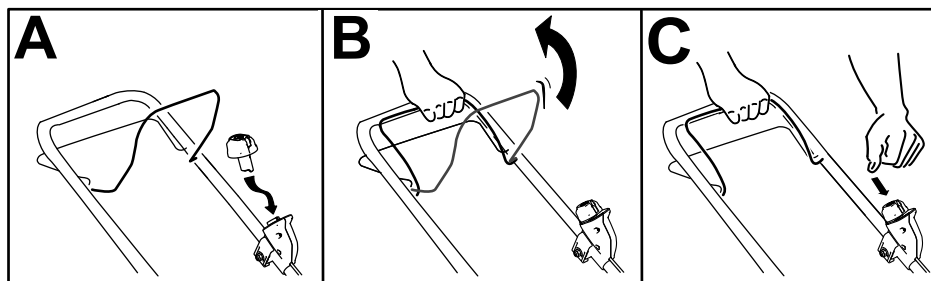

Figura 10
2. Inserite il pulsante di avviamento elettrico nell'interruttore dell'avviatore elettrico (A della Figura 10).
3. Premete la barra di comando della lama e tenetela ferma sulla stegola (B della Figura 10).
4. Premete il pulsante di avviamento elettrico e tenetelo premuto fino a quando il motore non si avvia (C della Figura 10).